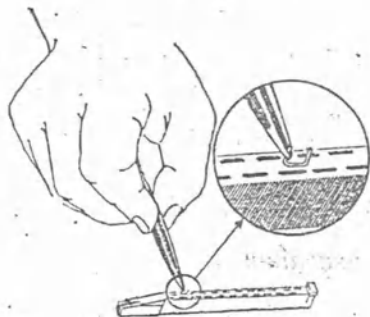

Рис. 4. Зарядка магазина
6.2.1. Взять пинцетом скобку за ножку и вставить ее спинкой в паз магазина (рис. 4). Скобки, имеющие видимые нарушения формы, в магазин не заряжать.